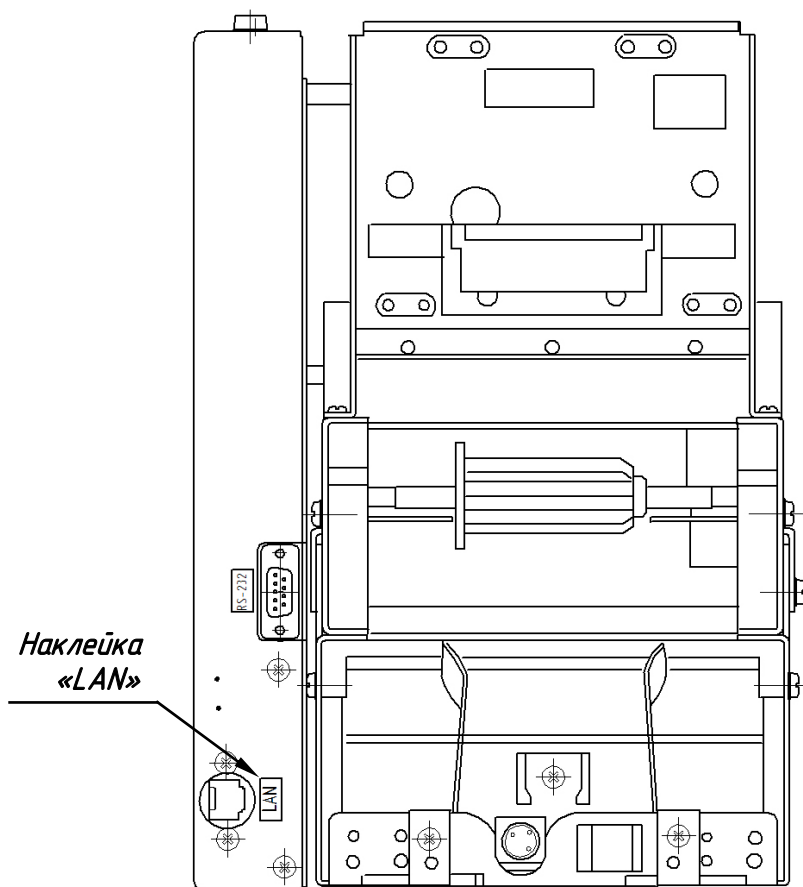

Рисунок 4.8 – ККТ. Вид сзади
- 4.12 Наклеить наклейку «LAN» ДШС8.803.444 (см. рисунок 4.8);